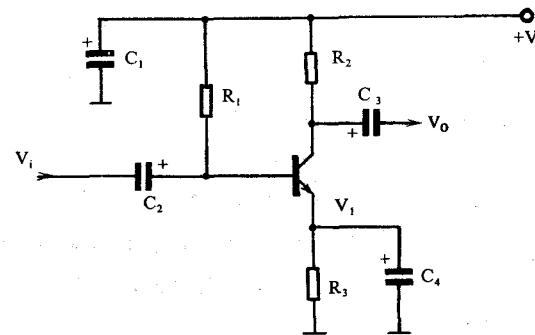

图 1—4 单元电路图示意图
① 由于单元电路图主要是为了分析某个单元电路工作原理而单独将这部分电路画出,所以在图中已省去了与该单元电路无关的其它元器件和相关的连线、符号,电路图就比较简洁、清楚,识图时没有其它电路的干扰。单元电路图中对电源、输入端和输出端已加以简化,如图 1—4 所示。